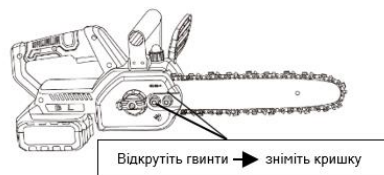

Рис.5
2. Використовуйте спеціальний ключ, щоб послабити гвинт із шестигранною циліндричною головкою проти годинникової стрілки, щоб зняти кришку зірочки з корпусу (рис.5). Якщо інструмент був в роботі, будь ласка, вчасно очистіть залишки деревної стружки та сміття на кришці ланцюга, щоб забезпечити точність складання під час встановлення натяжного ланцюга.